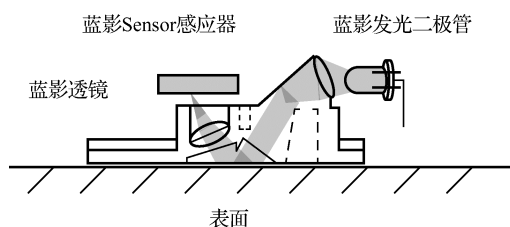

图 9-15 蓝影鼠标的工作原理
(4) 蓝影鼠标的工作原理。如图 9-15 所示，蓝影鼠标使用的是可见的蓝色光源，可它并非利用传统光电鼠标的漫反射阴影成像原理，而是利用激光引擎的镜面反射点成像原理。